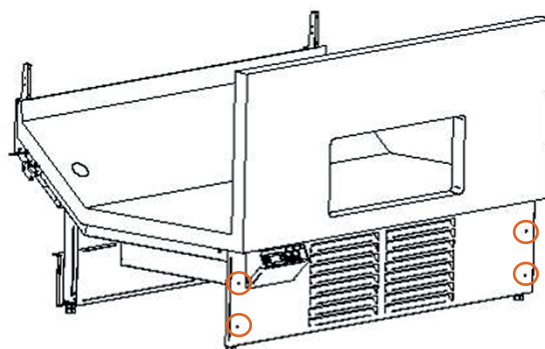

Fig. 32
- Rimuovere il pannello di protezione rimuovendo le viti nei punti segnati (Fig. 32).